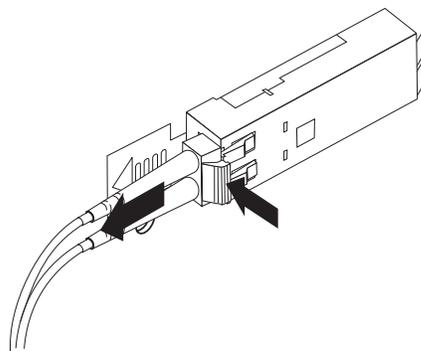

Figura 31. Removendo o Cabo Fibre Channel LC-LC
2. Enquanto pressiona a alavanca do cabo para baixo, puxe cuidadosamente o conector para remover o cabo do módulo SFP, conforme mostrado em Figura 31 na página 47.